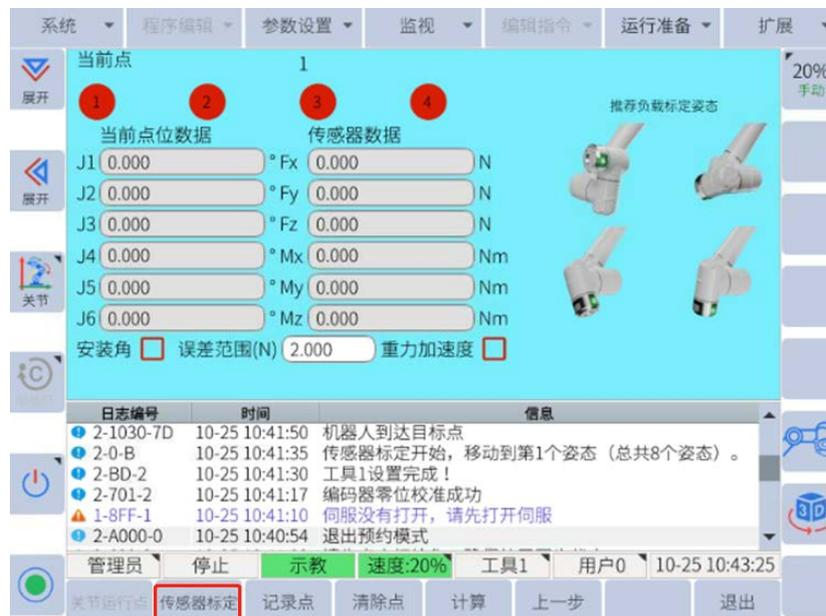

图 6-32: 传感器标定界面
c. 按住伺服并点击**传感器标定**，长按伺服，此时机器人开始运动，直到界面提示“机器人到达目标点”后方可松开伺服，传感器标定界面如图6-32所示：